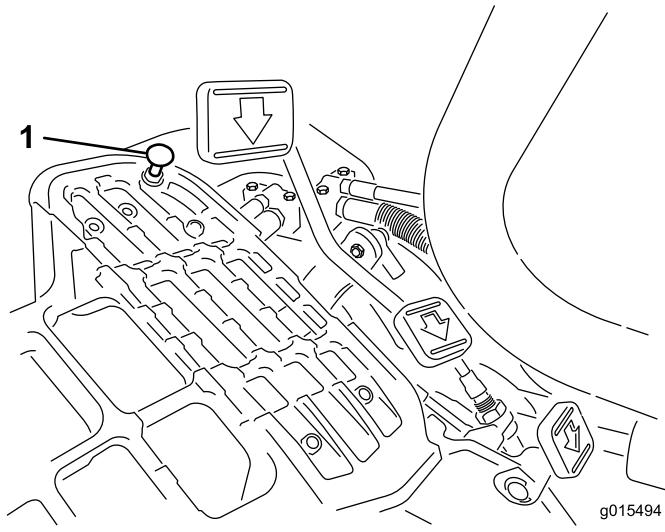

図 47
モードレバーを移動走行位置にセットし、ペダルを一杯に踏み込めば最高速度となります。ケーブルに張力がかかる前にペダルがストップ図47に当たる場合には調整が必要です。
- モードレバーを移動走行位置にセットし、ペダルストップを固定しているロックナットをゆるめる図47。